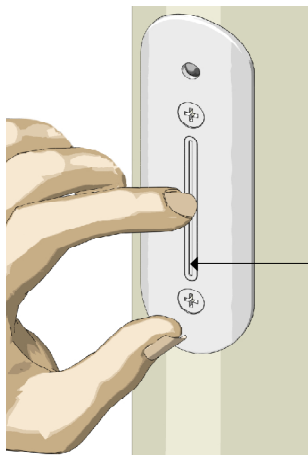

fig. 3
**I FUNZIONAMENTO (fig.3):** La regolazione avviene agendo direttamente sulla parte sensibile H. L'accensione avviene con un breve tocco. Per ottenere la regolazione dell'intensità luminosa, mantenere il contatto sino a raggiungere la luminosità desiderata. A livello ottenuto, interrompere il contatto. Qualora si desideri invertire il senso di regolazione, interrompere il contatto e ripristinarlo. Lo spegnimento avviene con un altro breve tocco sul sensore (al momento dello spegnimento l'intensità luminosa viene memorizzata per essere ripristinata alla nuova accensione).
**F FONCTIONNEMENT (fig.3):** Pour effectuer le réglage, agir directement sur la partie sensible H. Pour allumer l'appareil, presser brièvement cette partie sensible. Pour obtenir le réglage de l'intensité lumineuse, maintenir cette partie pressée jusqu'à atteindre la luminosité désirée. Un fois qu'on a obtenu le niveau désiré, arrêter de presser cette partie. Si on veut inverser le sens de réglage, arrêter de presser cette partie sensible et ensuite la presser de nouveau. Pour éteindre l'appareil, presser brièvement sur le capteur (lors de la désactivation, l'intensité lumineuse est mémorisée et elle sera activée quand on l'allume de nouveau).
**EN OPERATION (fig.3):** To carry out the fixture adjustment, touch sensitive area H. To switch on the fixture, shortly press this area. To adjust the light intensity, hold this area pressed until reaching the desired intensity. Once it has been reached, stop pressing this area. If you wish to reverse the direction of adjustment, stop pressing this area and then press it again. To switch off the fixture, shortly press this area again (when the fixture is switched off, the light intensity is memorized and will be restored at the next switching on).
**D BETRIEB (Abb.3):** Den empfindlichen Teil H zur Verstellung berühren. Mit einem Druck schaltet sich das Gerät ein. Zur Verstellung der Lichtstärke, diesen Teil gedrückt halten, bis die erwünschte Lichtstärke erreicht wird. Wenn dieses Niveau erreicht wird, diesen Teil loslassen. Zum Umkehren des Verstellungssinns, diesen Teil loslassen und danach wieder drücken. Die Ausschaltung erfolgt mit einem weiteren Druck auf den Sensor (bei Ausschaltung wird die Lichtstärke gespeichert und wird bei der Wiedereinschaltung wiederhergestellt).
**E FUNCIONAMIENTO (fig.3):** Para efectuar la regulación, tocar la parte sensible H. Para encender el aparato, tocar brevemente dicha área. Para regular la intensidad luminosa, mantener presionada esta área hasta alcanzar la intensidad deseada. Una vez alcanzado el nivel deseado, dejar de presionar esta área. Si se pretende invertir el sentido de regulación, dejar de presionar esta área y presionarla otra vez. Para apagar el aparato, tocar brevemente el sensor (al apagar el aparato, la intensidad luminosa es memorizada y será reactivada al encenderlo nuevamente).